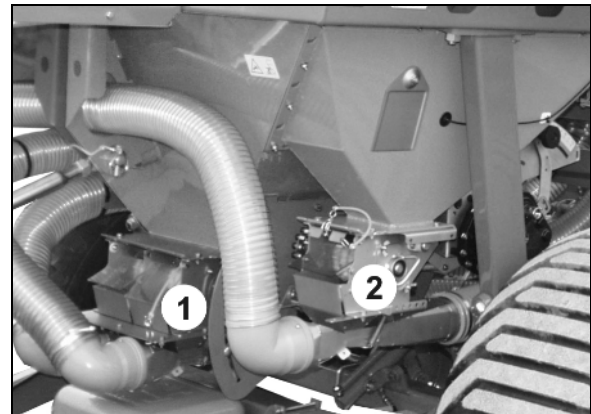

Fig. 17
- 2 Saatgut-Dosierer (Fig. 17/1)
- einen Dünger-Dosierer, Option (Fig. 17/2)